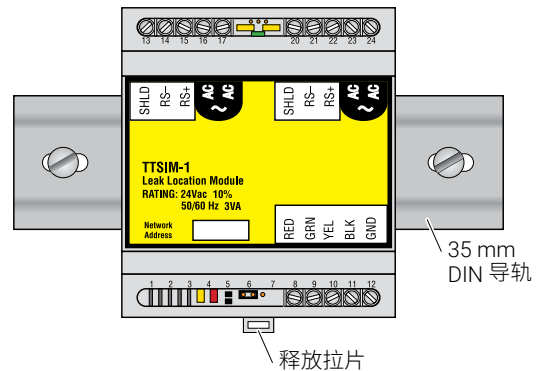

图 1 DIN 导轨安装
## 安装 TTSIM-1 模块 (不含 NEMA 4X 外壳-图 1)
- 注：在正确对准方向后，模块顶部将有两个端子板，底部有一个端子板。参见图 1。